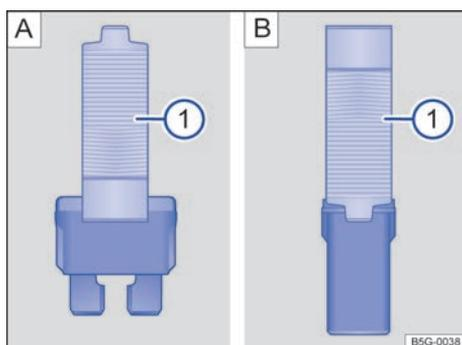

Fig. 306 Extraer o colocar el fusible con las pinzas de plástico:  Fusible enchufable plano.  Fusible tipo bloque.
- En función del tipo de fusible, desplace las pinzas correspondientes → fig. 306   o → fig. 306   lateralmente sobre el fusible.